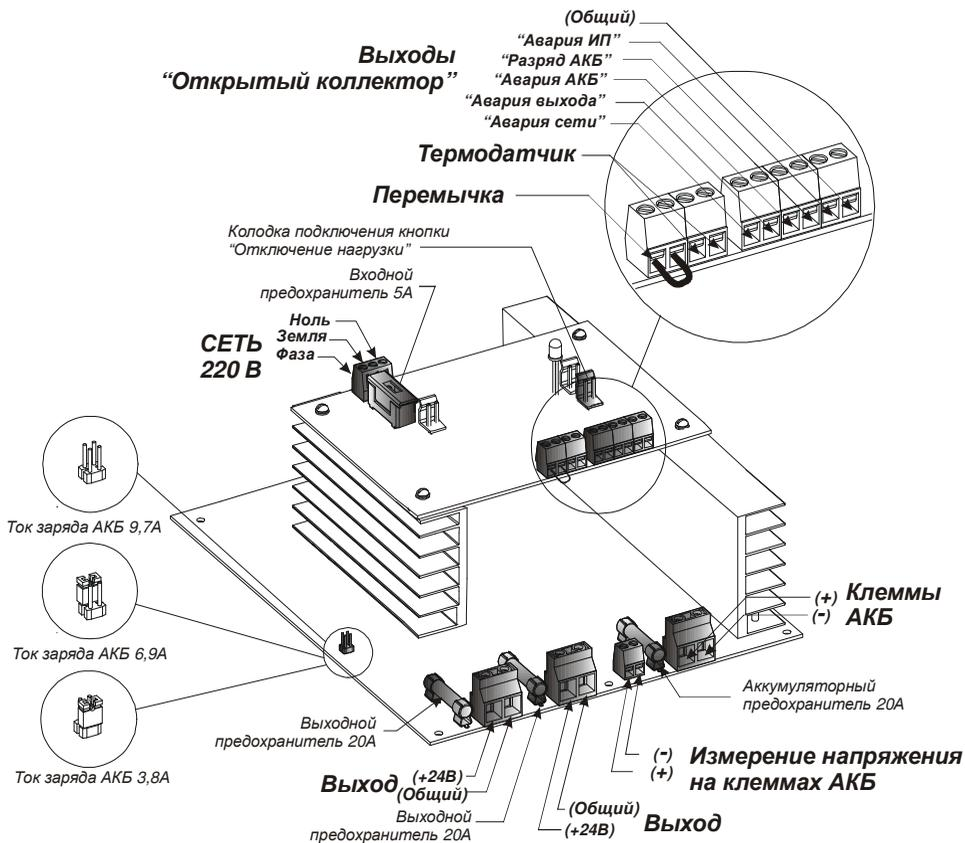

РИС.5
- выставить переключателями ток заряда АКБ (см. таблицу 3 и рисунок 5) ;